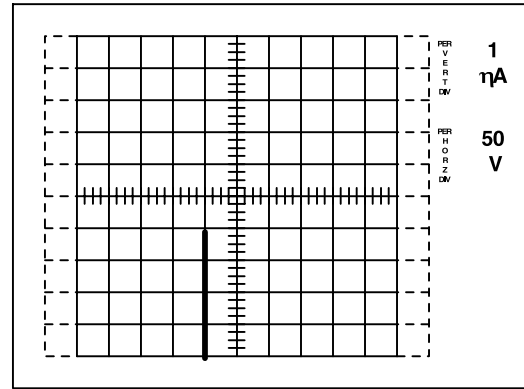

Рис.3. Ток утечки сток-исток ( $I_{DSS}$ )
2. Подключите прибор с помощью переключателя LEFT/RIGHT и отрегулируйте напряжение, подаваемое на коллектор так, чтобы оно было равно норме напряжения МОП ПТ (200 В для IRF630). Считайте значение  $I_{DSS}$  с изображения (см. рис.3). Может потребоваться изменение чувствительности по вертикали, чтобы получить изображение подходящего размера. Часто  $I_{DSS}$  оказывается в диапазоне наноампер и видимый ток будет представлять собой токи емкостей, возникающие из-за незначительных изменений напряжения, подаваемого на коллектор.